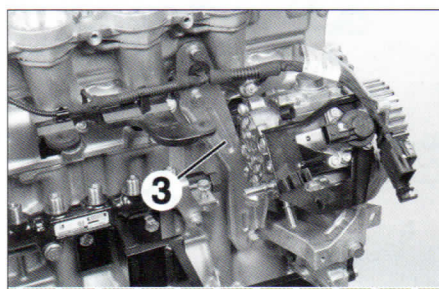
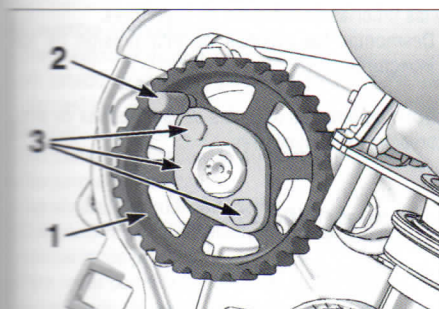
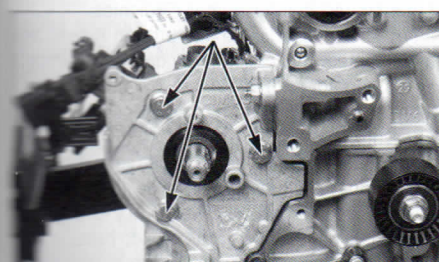

FIG.19
FIG.18
FIG.20
- Inmovilizar con un pasador (2) (ref. fabricante: (-). 0194-J), la rueda dentada (1) de la bomba (fig. 18).
- Desmontar la tuerca de fijación y extraer la rueda dentada de la bomba con un extractor apropiado (3) (ref. fabricante: 6028-T.A).
- Desmontar la tubería de alta presión (1) entre la bomba y la rampa aplicando un contra-par sobre el racor (2) de la bomba de alta presión (fig. 19).
- Desmontar las 3 fijaciones delanteras (fig. 20), con el soporte trasero (3) (fig. 19) de la bomba y separarla.